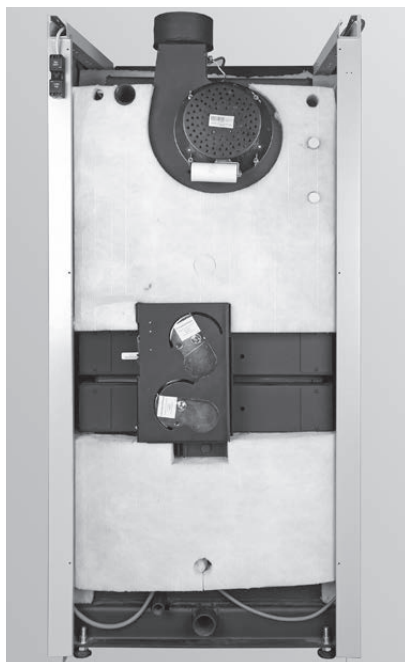

Fig. 76 Montare gli isolamenti per la parete posteriore
- ▶ Montare l'isolamento in alto e in basso come in Fig.76.